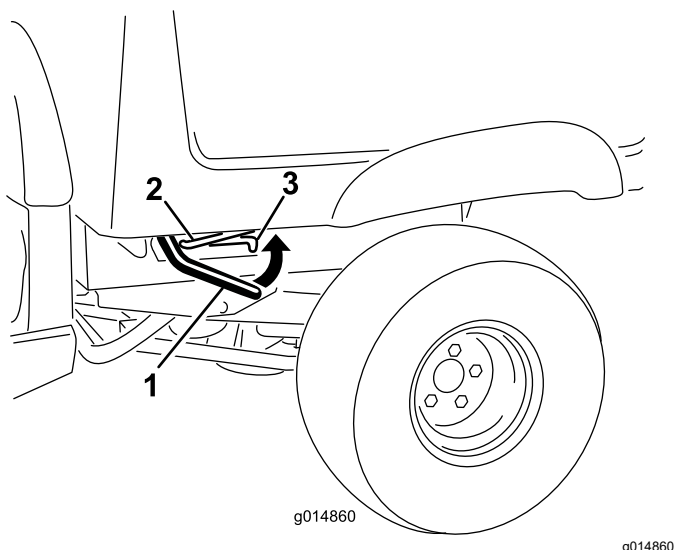

Figure 12
1. Tirez sur le levier de chaque côté du plateau et levez le plateau (Figure 12).
1. Levez légèrement le plateau en tirant sur le levier de verrouillage (Figure 12).